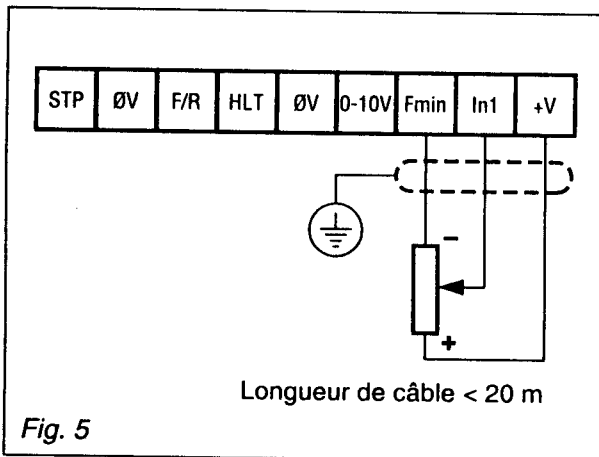

Fig. 5
4.3.1.2 - Si vitesse minimum $\neq 0$ (Fig. 5)